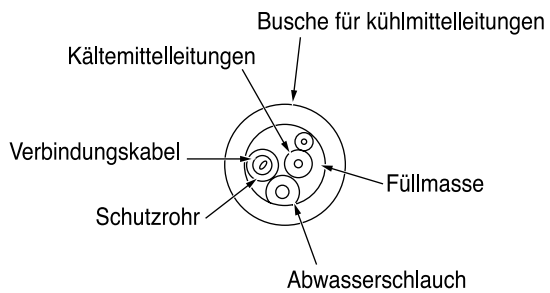

Abb. 7-1
- Der Wanddurchbruch ist mit den mitgelieferten Blending für Kältemittelleitungen und Füllmasse sauber zu schließen. Siehe Abb. 7-1.